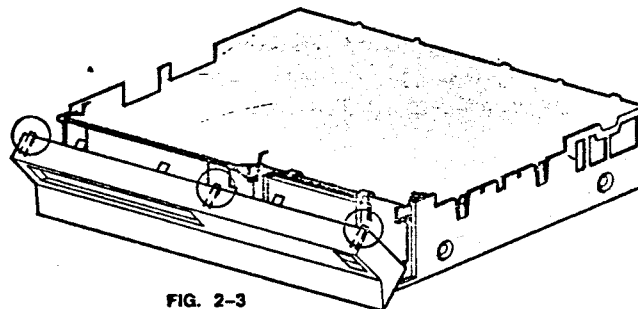

FIG. 2-3
- Die Oberkappe abnehmen; siehe 2.1. Die Bedienungsplatte ist mit drei Einschnappkonstruktionen (siehe Bild 2-3) am Untergehäuse verriegelt. Dadurch dass diese Einschnappkonstruktionen entriegelt werden, lässt sich die ganze Bedienungsplatte nach vorne kippen. Beim Beseitigen der Bedienungsplatte die Cassetenfachklappe ein wenig einwärts drücken.